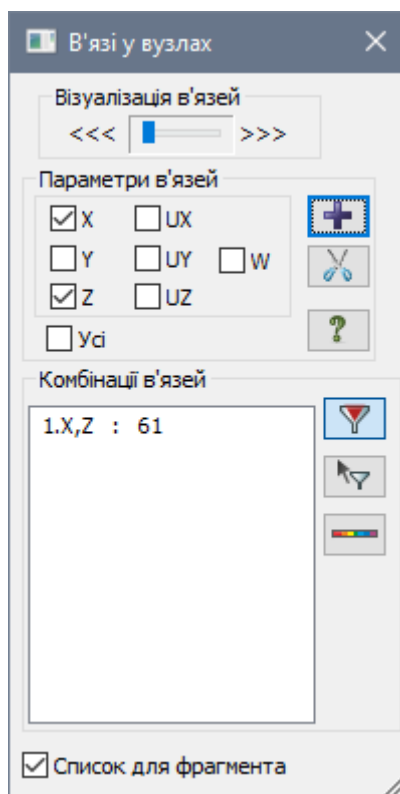

Рис. 10.8. Діалогове вікно В'язі у вузлах
- Натиснувши на кнопку  – **В'язі** (панель **Жорсткості та в'язі** на вкладці **Створення та редагування**) відкрийте діалогове вікно **В'язі у вузлах** (рис. 10.8).